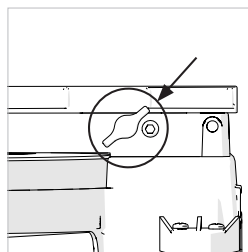

Fig. 14a
- Afloje el tornillo de pulgar. (**Fig. 14a**)
- Afloje el tornillo de mariposa (**Fig. 14a**).